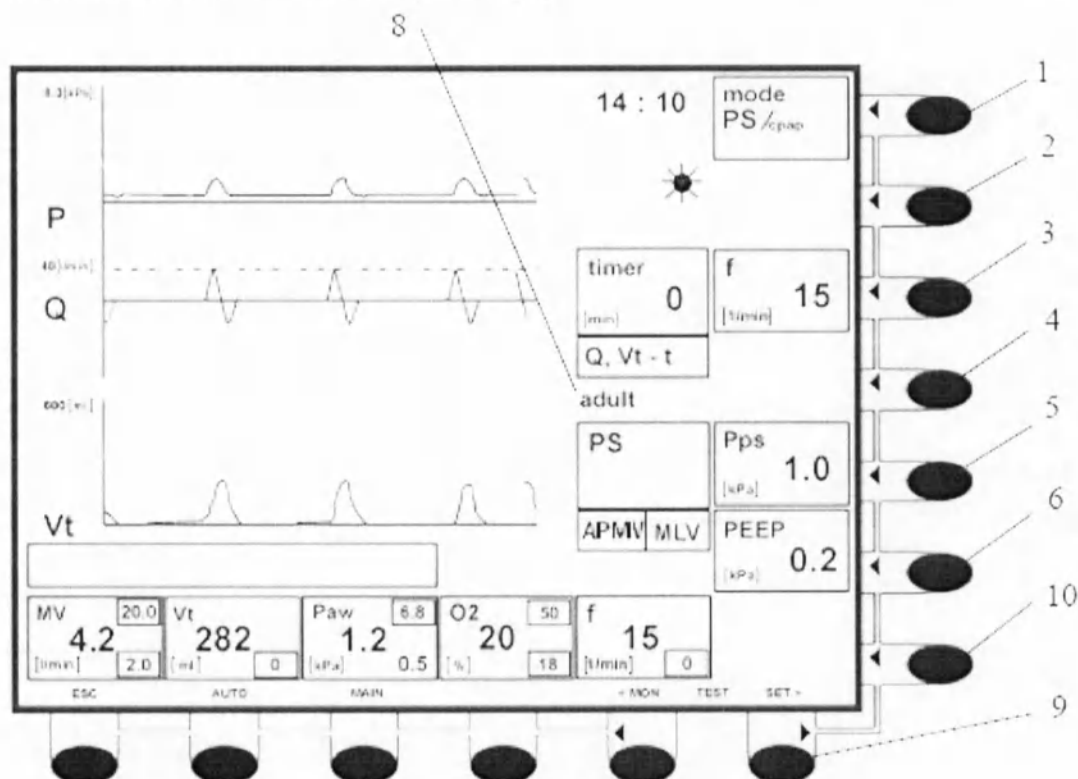
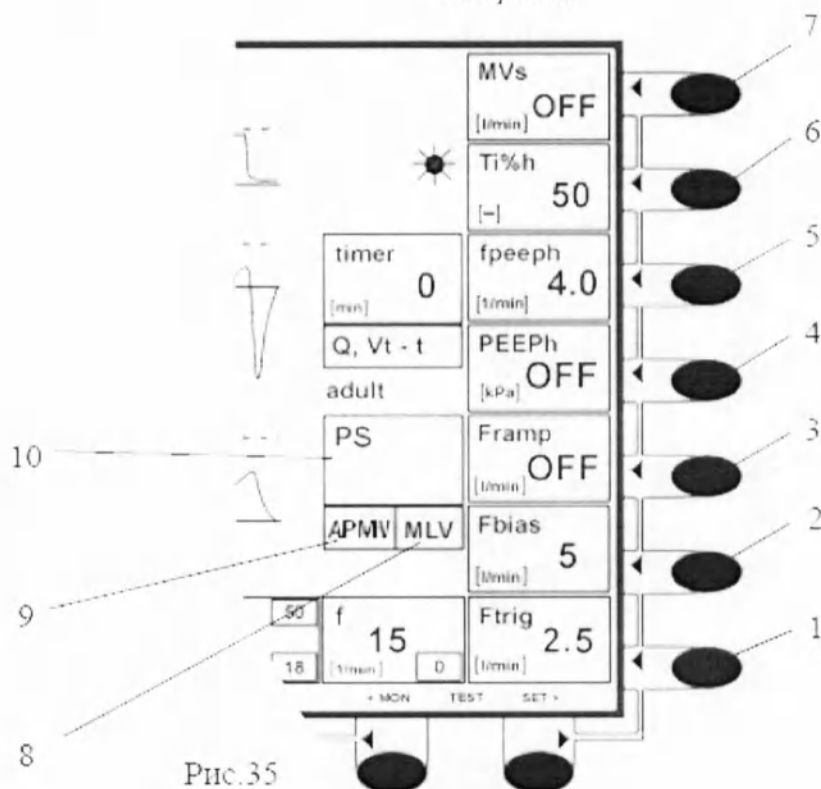
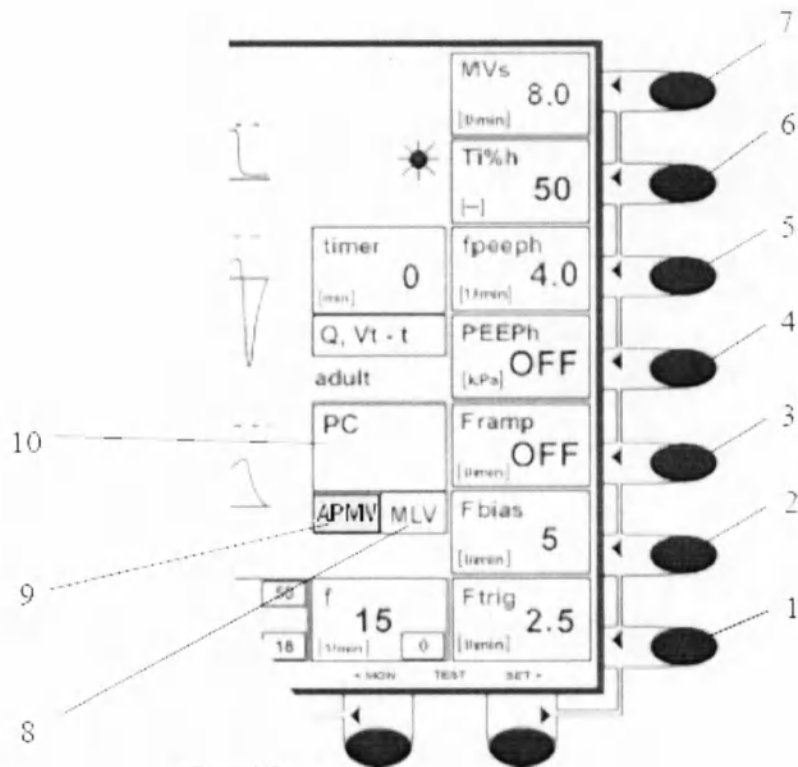

Рис. 34
Рис. 35
Рис. 38
1. Нажатием клавиши «MODE», активируется возможность выбора вентиляционного режима - в нашем случае выбирается режим PS/CPAP. После выбора режима, нажав поворотной-нажимной манипулятор - ENTER, подтверждаем выбор режима. Одновременно появляется возможность изменения соответствующих вентиляционных параметров – см. рис. 34.
2. Нажатие клавиши «f», позволяет изменить частоту вентиляции в диапазоне, зависящем от распознанного датчика потока – (8):
Нажатие клавиши «SET», открывает первое «подменю» поля редактирования (см. ст. 3.1.1.1.3), где пользователю предлагаются следующие возможности программирования вентиляционного режима посредством выбора доступных параметров – см. рис. 35
1. - рис. 35 – Нажатие клавиши «Ftrig» дает возможность редактировать триггер потока в диапазоне зависящем от распознанного датчика потока – (8 – рис. 34):
2. - рис. 35 – Нажатие клавиши «Fbias» позволяет регулировать «вспомогательный поток», образующий динамический запас газов в диапазоне OFF, от 1 до 20 л/мин, по 1 л/мин, предустановленное значение зависит от распознанного датчика потока – (8 – рис. 34):
1. – рис. 35 – Нажатие клавиши «Framp» позволяет изменять скорость нарастания потока на вдохе «рампы» (изменение наклона возрастающей кривой
1. - рис. 34 – После нажатия **клавиши «SET»**, откроется первое «подменю» поля редактирования (см. ст.3.1.1.1.3), где пользователю предлагаются следующие возможности программирования вентиляционного режима посредством выбора предлагаемых параметров (см. рис. 32) для режима *MLV*
Принципиально автоадаптивная система регулировки вентиляционных параметров аппарата работает так, что она оценивает MV в течение определенного промежутка времени (например, 20 сек) и в случае понижения (DOWN), или увеличения (UP) MV по сравнению с MVs. Аппарат оценит произошедшие изменения и в следующих дыхательных циклах подберет давление «Ps», или «Pc» с шагом $\pm 1-2$ смH₂O таким образом, чтобы было достигнуто заданное значение MV. Общее изменение – UP / DOWN «Ps», или «Pc» по сравнению с исходно настроенной величиной, не должна превышать $\pm 50\%$. Это является необходимым условием обеспечения безопасности пациента (предупреждение развития тяжелой гиповентиляции или баротравмы). В случае, когда показатели достигнут настроенного максимального предельного давления «Pmax» или требования установленных параметров выходят за пределы регуляционной способности, в следствие чего не достигается MV - компьютер аппарата оценит эту ситуацию и сообщит пользователю. Сообщение проявится в виде изменения цветового изображения окна установленного режима APMV с желтого на коричневый цвет поля 9 (рис. 38).
1. - рис. 34 – После нажатия клавиши «SET», откроется первое «подменю» поля редактирования (см. ст. 3.1.1.1.3), где пользователю предоставляется возможность активировать режим MVs (рис. 38).
2. - рис. 38 - Нажав клавишу «MV», врач может начать настройку требуемых параметров минутной вентиляции MV пациента, которая должна поддерживаться в течение последующей вентиляции при выбранном основном вентиляционном режиме. Выбор MVs производится в диапазоне OFF, от 0,5 л/мин до 25 л/мин, предустановленное значение OFF.
Подтверждая нажатием на поворотной-нажимной манипулятор («ENTER») отредактированного значения минутной вентиляции MVs, автоматически активируется режим APMV. Идентификация активированного режима изображается в информационном окне (9 – рис. 38) в виде изменения цветного фона этого окна на зеленый цвет.
Сервосистема не сможет поддерживать настроенное значение минутной вентиляции MV_s (способность сервопелли будет за пределами реализуемых значений) либо вследствие влияния резкого изменения механических свойств легких, либо вследствие большой разницы (выше 50%) между стабилизированной MV пациента и настроенным пользователем значением MV_s . В этом случае аппарат покажет невыполнение данной задачи в виде изменения цвета распознанного режима «APMV» с желтого на коричневый в поле 9 (рис. 38).